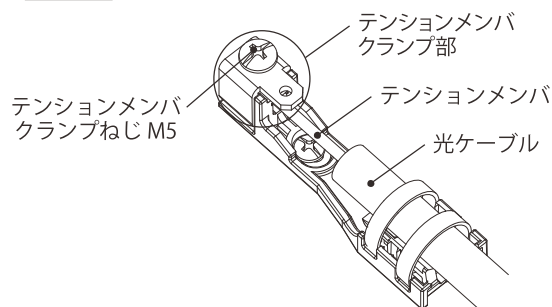

図5 光ケーブル固定
2. 光ケーブルのテンションメンバをテンションメンバクランプねじ M5 にて固定してください。(図 5)